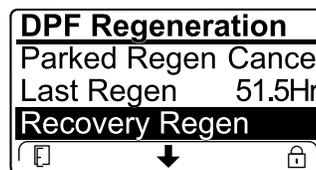

Figura 25
- Se il computer del motore non ha richiesto una rigenerazione di recupero e voi scorrete il menu verso il basso fino all'opzione RECOVERY REGEN, la rigenerazione di recupero viene bloccata e l'icona di blocco (Figura 25) compare nell'angolo in basso a destra dell'InfoCenter.